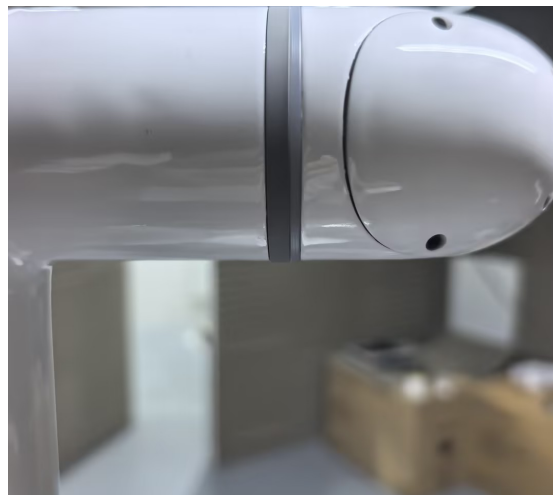

图 3-18: 橡胶环叠加在装饰环上
3. 将塑料装饰环放下，并轻轻将其叠加在装饰环上。装好后如图 3-18 所示。